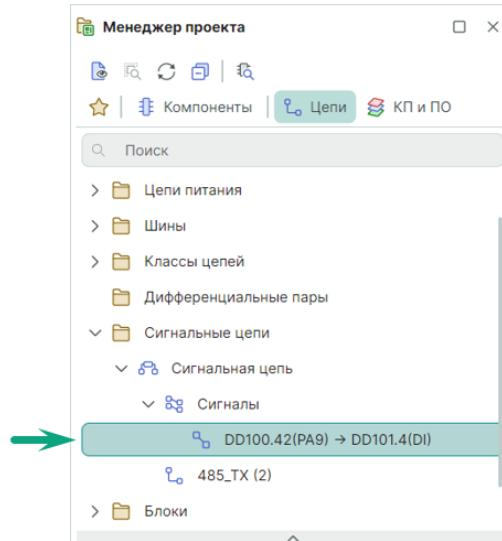

Рис. 148 Отображение сигнала в панели «Менеджер проекта»
2. В результате в панели «Менеджер проекта» → «Сигнальные цепи» → «Сигнальная цепь» → «Сигналы» отображается автоматически созданный сигнал «DD100.42(PA9) → DD101.4(DI)», см. Рис. 148.